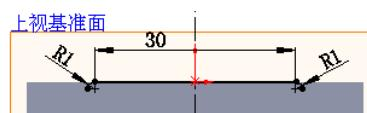

图 15.3.18 草图 1
- (3) 定义拉伸深度属性。
① 定义深度方向。采用系统默认的深度方向。
② 定义深度类型和深度值。在“凸台一拉伸”对话框 **方向 1** 区域的下拉列表中选择 **给定深度** 选项，在 **D1** 中输入深度值 5.0。
(4) 单击 按钮，完成凸台一拉伸 1 的创建。
Step3. 创建图 15.3.18 所示的草图 1。
(1) 选择下拉菜单 **插入(I)** → **草图绘制** 命令。
(2) 定义草图基准面。选取上视基准面作为草图基准面。
(3) 绘制草图。在草图环境中绘制图 15.3.18 所示的草图 1。
(4) 选择下拉菜单 **插入(I)** → **退出草图** 命令，退出草图设计环境。